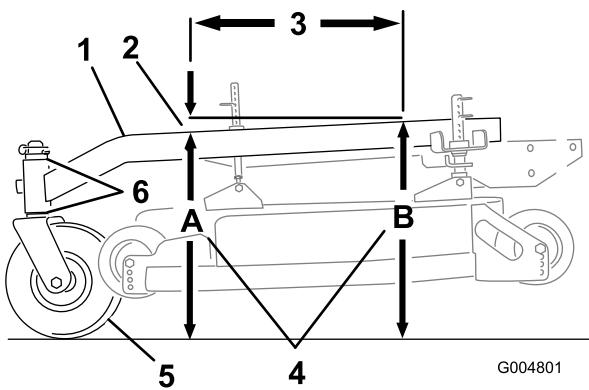

Figure 68
L'inclinaison avant/arrière du bâti porteur doit être comprise entre 3 mm (1/4") et 9 mm (3/8") sur 61 cm (24") de sa longueur (Figure 68).
1. Mesurez 61 cm (24") sur le bâti porteur (Figure 68).
2. Mesurez la hauteur du bâti porteur au point **A** (Figure 68).
3. Mesurez la hauteur du bâti porteur au point **B** (Figure 68).
4. La hauteur au point **A** doit être inférieure de 3 à 10 mm (1/8 à 3/8") par rapport au point **B** (Figure 68).
5. Si ce n'est pas le cas, déplacez les entretoises des roues pivotantes de manière à obtenir l'inclinaison voulue de 3 à 10 mm (1/8 à 3/8") (Figure 68). Déplacez les entretoises en haut ou en bas pour corriger l'inclinaison.